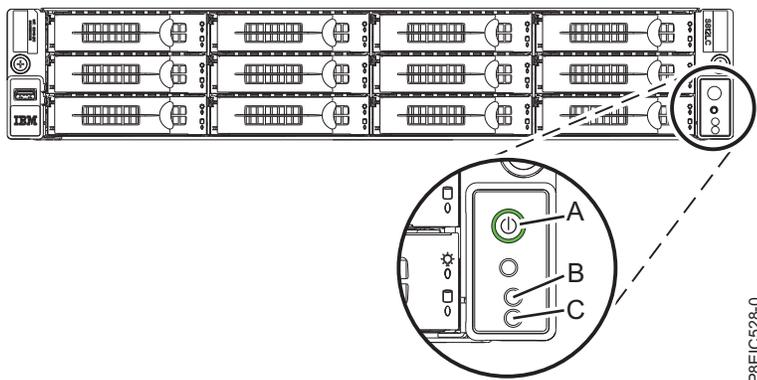

Figura 115. Botão Liga/Desliga
- O LED de Ligado, conforme mostrado na Figura 115, está piscando. Uma luz piscando indica energia de espera para a unidade.
- Pressione o botão power (**A**) mostrado na Figura 115. A luz indicadora de funcionamento para piscar e permanece acesa, indicando que a energia do sistema está ligada. Os ventiladores de resfriamento do sistema operam em alta velocidade e depois de aproximadamente 30 segundos retornam para a velocidade de operação.